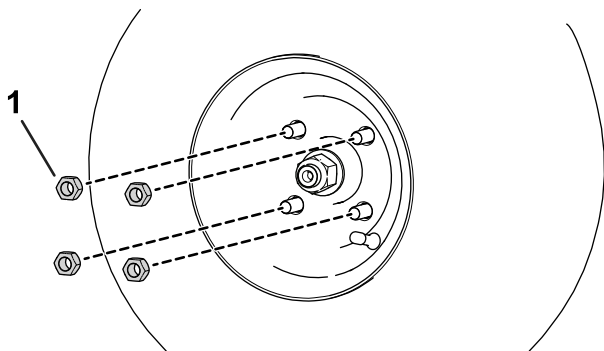

Figura 10
2. Montate i dadi a staffa delle ruote (Figura 10).